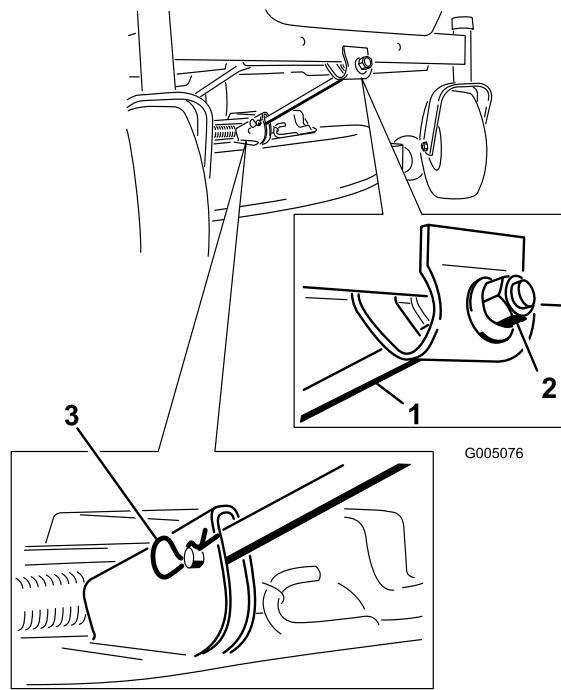

Figure 53
4. Enlevez la goupille fendue et l'axe de chape de la tige de support avant (Figure 53). Abaissez doucement l'avant du plateau de coupe au sol.
6. Fixez la tige de support avant au plateau de coupe à l'aide de l'axe de chape et de la goupille fendue (Figure 53).